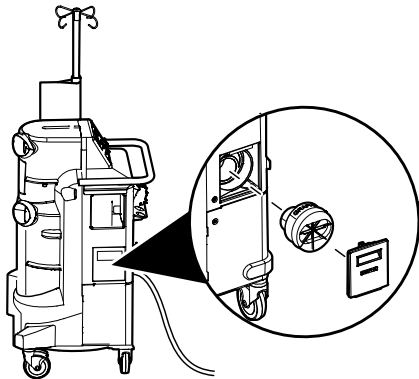

Figura 2 – Rimozione e installazione del filtro
2. Rimuovere lo sportello dal vano del filtro (Figura 2).
5. Installare il nuovo filtro nel vano del filtro e rimettere a posto lo sportello (Figura 2).